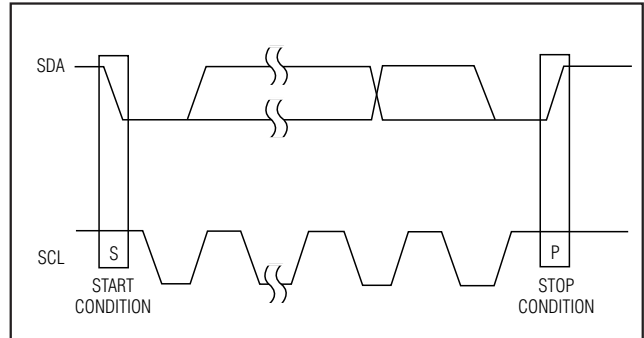

图 5. 开始和结束条件
接口空闲时, SCL 和 SDA 均为高电平。主机通过将 SDA 由高变低, 同时保持 SCL 高电平, 产生 START (S) 条件, 标志一次传输的开始。通信结束时, MAX9485 通过将 SDA 由低变高, 同时保持 SCL 高电平, 来产生 STOP (P) 条件, 释放总线, 准备下一次传输 (图 5)。如果 START 或 STOP 出现时, 总线上已有数据传输, 则终止该传输。